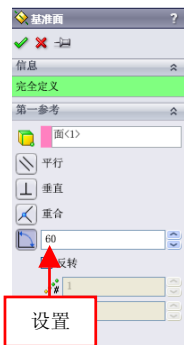

图 4-8 设置参数值
(4) 在【基准面】属性管理器中，单击【两面夹角】按钮，显示数值框，设置【两面夹角】为 60，如图 4-8 所示。